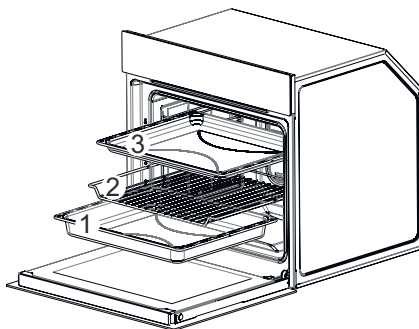

Fig. 22
- Retire las bandejas y la parrilla respectivamente (1-2-3 / Fig. 22).